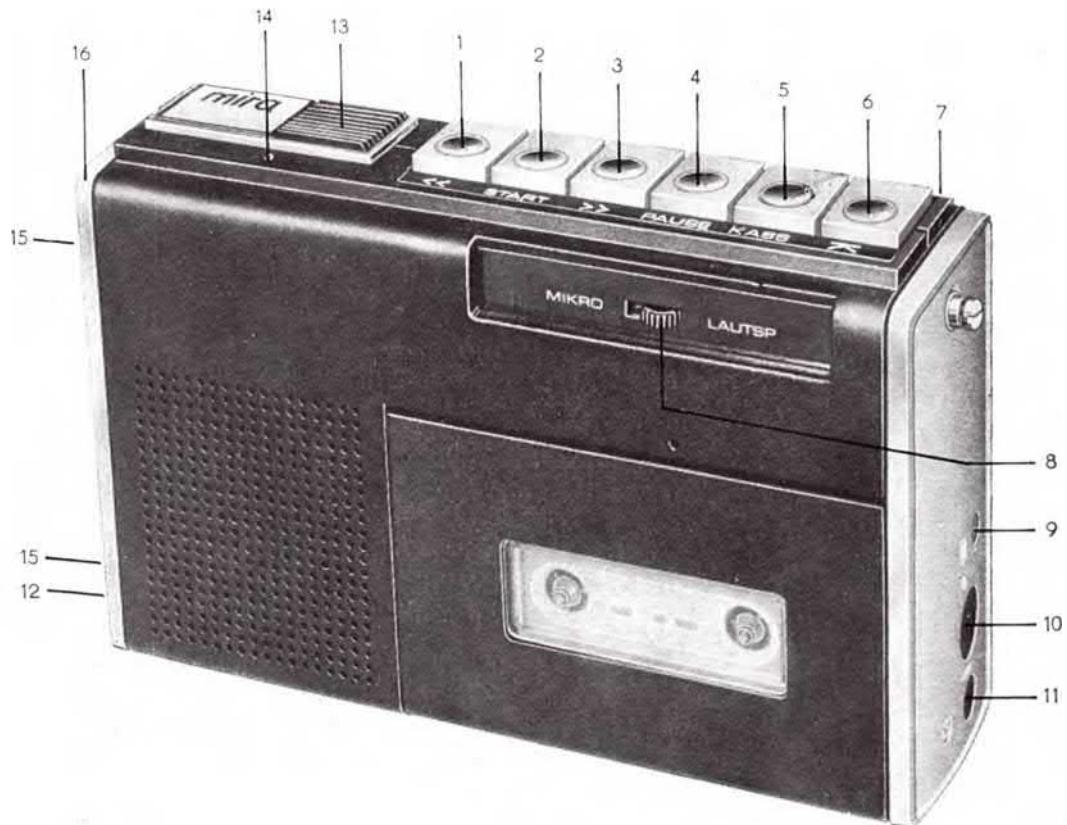
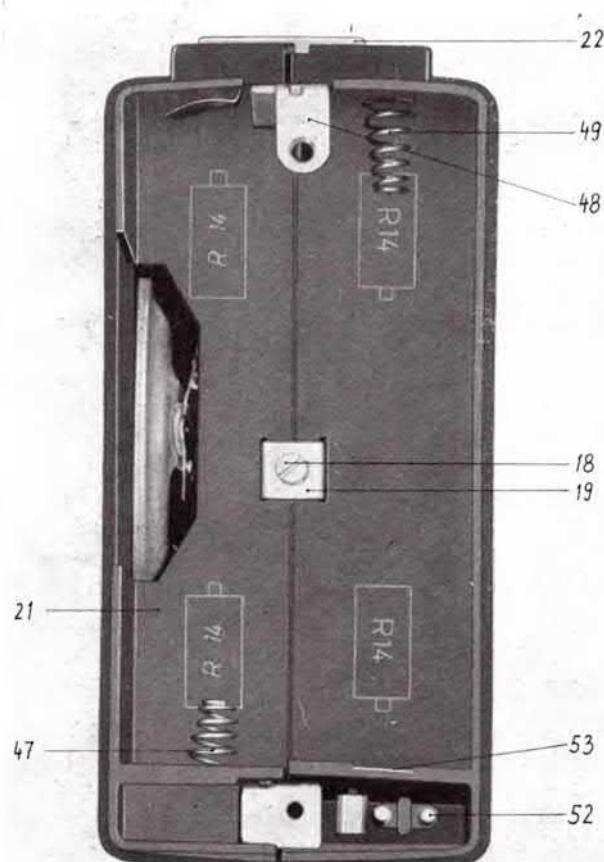

Abb. 1
Abb. 2
Zum Öffnen des Gerätes sind zunächst die Batterien herauszunehmen und die in der Batteriekammer sichtbare Schlitzschraube (18) mit Klammer (19) zu entfernen (Bild 2). Anschließend werden die Befestigungsschrauben (17) herausgeschraubt, und das Seitenteil (20) kann abgenommen werden (Bild 1).